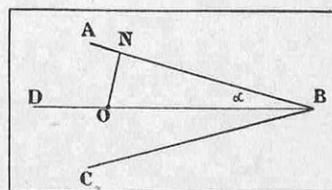

FIG. 5. — COMMENT ON DÉTERMINE LA VITESSE D'UN MOBILE D'APRÈS L'ANGLE FORMÉ PAR L'ONDE DE CHOC
*Ce cliché n'est pas une photographie à proprement parler, mais l'ombre portée d'une balle se déplaçant sur sa trajectoire. L'étude attentive de ce remarquable document montre que le projectile semble entouré d'une gaine blanche, trahissant une zone de perturbation tout au long du corps de la balle et s'épaississant vers le culot. L'onde de choc de tête de la balle est parfaitement nette, la mesure de son angle donne la vitesse : 665 m/s (voir fig. 5) Le creux du sillage de la balle (zone de dépression) détermine une seconde onde de choc, sensiblement parallèle à la première. Entre ces deux ondes de choc, on en distingue une troisième, moins accusée et périodiquement interrompue. C'est l'onde provoquée par la gorge de sertissage, partiellement comblée par les rayures de l'arme. Une mesure effectuée sur cette onde de choc permet de calculer la vitesse de rotation de la balle. On distingue, à la tête de l'onde de choc principale, une sorte de doublage, d'un seul côté. Cette particularité signifie que la balle est très légèrement inclinée sur sa trajectoire. Enfin, l'étude à la loupe du cliché original permet d'observer que de nombreuses ondes de choc naissent au long du corps de la balle, décelant autant de fines aspérités. Observé de la même façon, le sillage révèle que les tourbillons s'enroulent littéralement sur eux-mêmes, en forme hélicoïdale. Dans certains cas, pour rendre encore plus apparents tous ces phénomènes, on déclenche simultanément deux éclairs afin d'obtenir un effet stéréoscopique.*